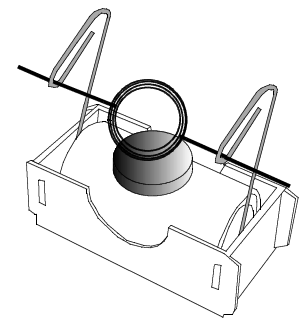

図3 クリップモーター
- 6 フェライト磁石の上にコイルがくるように軸受けを調整して、方法2のコイルを載せ、手でコイルを少し回して弾みをつけ、回転させる（図3）。